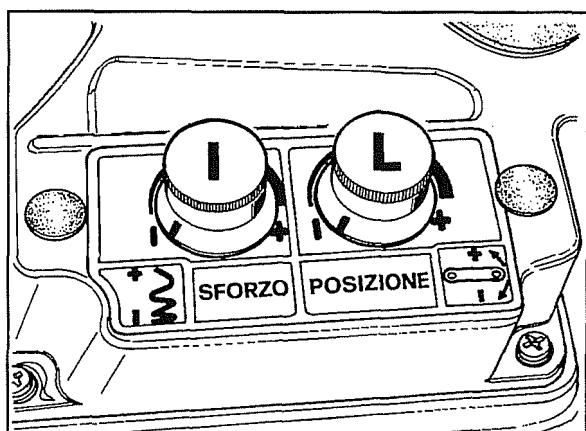

Fig.52
- f. Ruotare il reostato **L** (fig.52) in senso orario. A metà della sua corsa il sollevatore dovrebbe iniziare la salita. In caso contrario correggere la registrazione precedentemente eseguita, svitando o avvitando il sensore sul suo supporto.